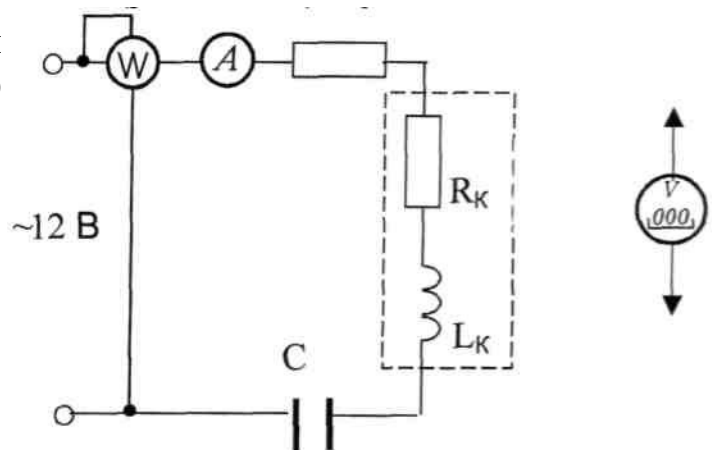

Рис. 1.4.4.
3.2. Собрать электрическую цепь (рис. 1.4.4), установив заданные преподавателем значений сопротивления резистора и емкости конденсатора. Подключить собранную цепь к источнику питания $\sim 12\text{ В}$ (модуль питания).